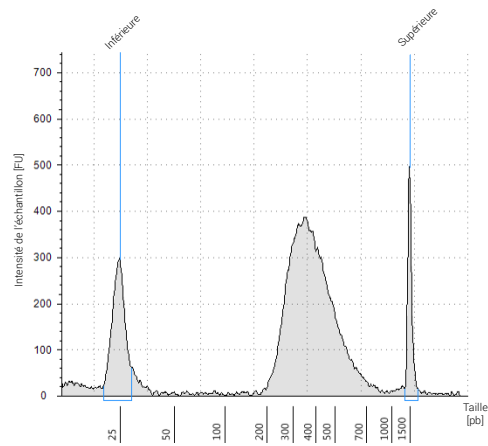
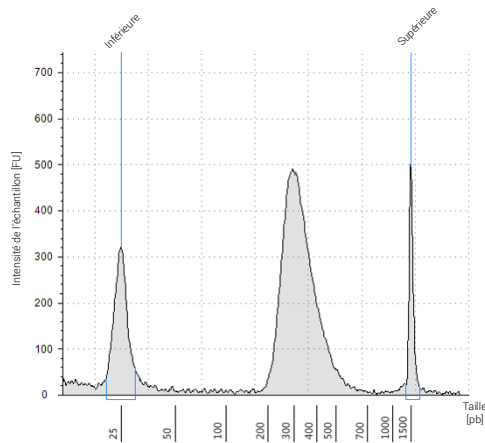

Figure 9 Banque de post-capture préparée à partir d'un échantillon d'ADNg de haute qualité analysé à l'aide d'un dosage High Sensitivity D1000 ScreenTape.
Figure 10 Banque de post-capture préparée à partir d'un échantillon d'ADNg FFPE ordinaire analysé à l'aide d'un dosage High Sensitivity D1000 ScreenTape.
- 3 Vérifiez que l'électrophérogramme montre le pic de la taille des fragments d'ADN positionnée entre 200 et 400 pb. Les électrophérogrammes des échantillons sont présentés dans la Figure 9 (banque préparée à partir d'ADN de haute qualité), dans la Figure 10 (banque préparée à partir d'ADN FFPE de qualité moyenne) et dans la Figure 11 (banque préparée à partir d'ADN FFPE de faible qualité).